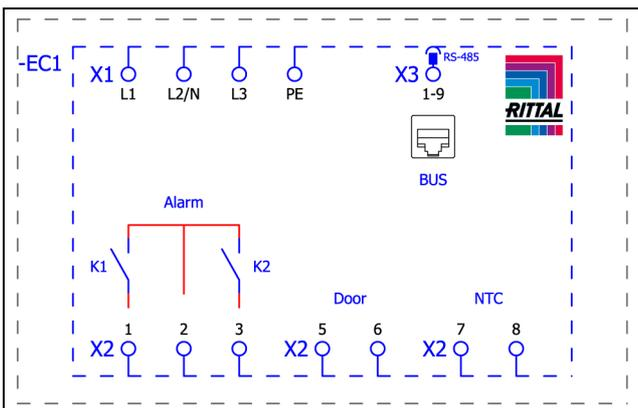
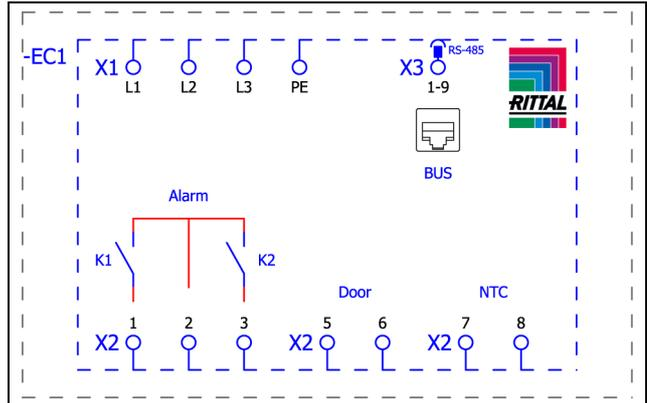

Imagen 17: Esquema de conexiones SK 3186x3x, SK 3187x3x y SK 3185x3x
Imagen 18: Esquema de conexiones SK 3188x4x y SK 3189x4x
- Utilice el conector de red de la bolsa de accesorios y realice la alimentación a red según el esquema de conexión correspondiente (imagen 17 o imagen 18).